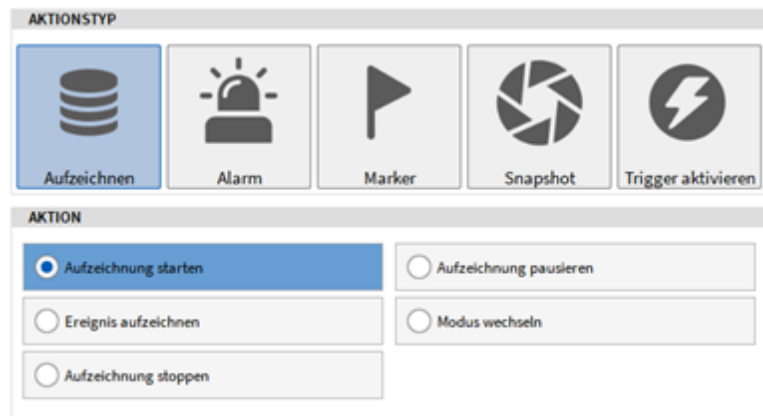

Abb. 9.28: Aufzeichnung starten-Aktionstyp
- Wählen Sie *Aufzeichnung starten* als Aktionstyp (siehe Abb. 9.28):